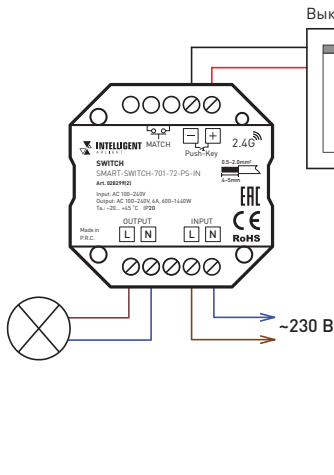

Рис. 1.
- 3.2. Подключите релейный модуль согласно одной из схем, как показано на рис. 1.